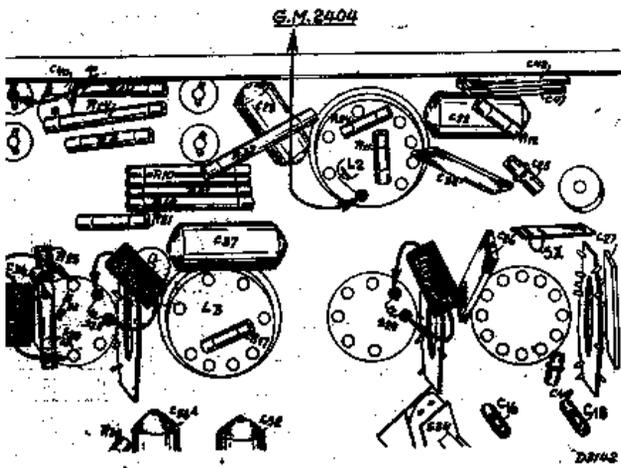

Fig. 3
3. Débrancher le réglage automatique du volume sonore en court-circuitant C40 (voir fig. 3).
6. Désaccorder le troisième circuit moyenne-fréquence en branchant un condensateur de 80 $\mu\mu\text{F}$ en parallèle avec S28 (fig. 3).
8. Désaccorder le quatrième circuit moyenne-fréquence en branchant un condensateur de 80 $\mu\mu\text{F}$ en parallèle à S29 + S30 (fig. 3).
10. Désaccorder le 1er circuit moyenne-fréquence en branchant un condensateur de 80 $\mu\mu\text{F}$ en parrallèle avec S24 (fig. 3).
7. Brancher l'amplificateur a périodique GM 2404 à l'anode de L2 (voir fig. 3).
12. Régler C15 (fig. 3) sur la puissance de sortie maximum.